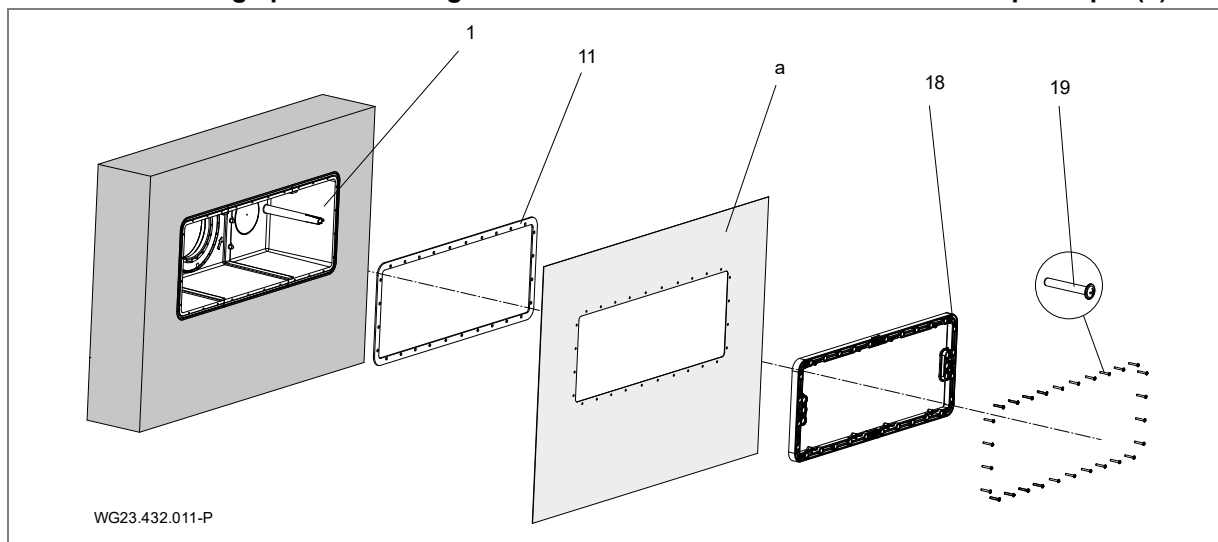

Fig. 7
Pour l'étanchement par rapport au mur en béton, il est recommandé de créer un anneau en résine époxy / sable silicieux sur tout le pourtour de la paroi extérieure côté bassin du boîtier (1). Voir "Fig. 7", page 16